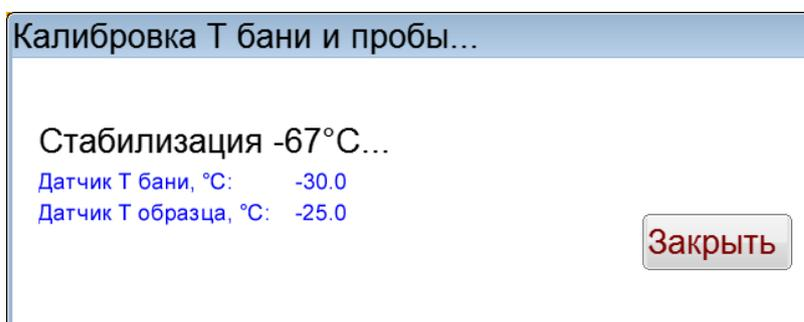

Рисунок 25 – Стабилизация -67°C
5.6.12 После ввода значения образцового термометра снова отобразится окно «Стабилизация Т бани и пробы», но уже с другим статусом – «Стабилизация -67°C» (рисунок 25).